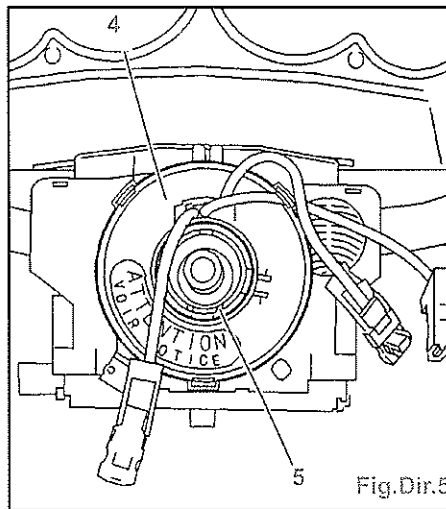

Fig.Dir.5
- Serrer la vis (3) à  $2 \pm 0,5$  m.daN.
- Vérifier que le contacteur tournant (4) est verrouillé en rotation par la bague (5) (Fig.Dir.5).